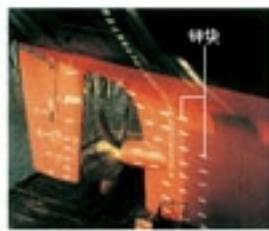

图 3-27 常见的金属材料保护方法
1. 根据图 3-27 分析金属防腐方法的原理，并总结和归纳保护金属材料的主要方法。